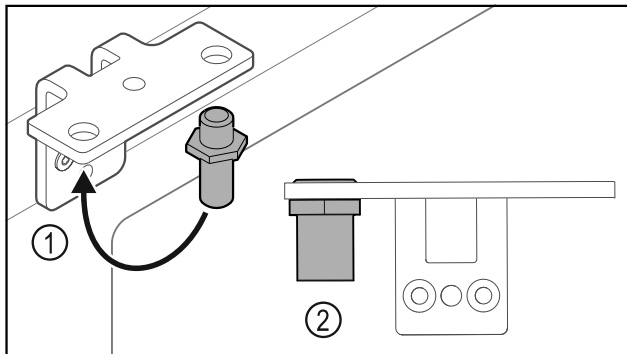

Fig. 27
- ▶ Helyezze át a csuklópántban a csapszeget Fig. 27 (1).
- ▶ Húzza meg a csapszeget Fig. 27 (2) **12 Nm-es forgatónyomatékkal**.